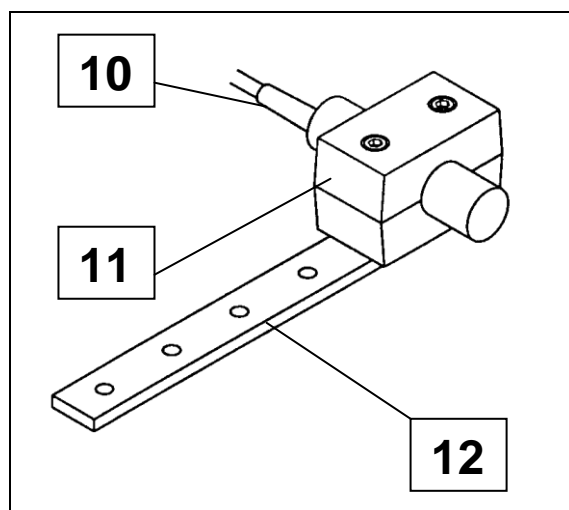

Рис. 6
- Датчик скорости должен устанавливаться как можно ближе к кольцу (6). Прицепные устройства имеют свой кронштейн в раме опрыскивателя. В случае расширения машины кронштейн для датчика скорости должен устанавливаться на внешней стороне переднего моста трактора так, чтобы он тоже поворачивался во время поворота рулевого механизма (Рис. 6).